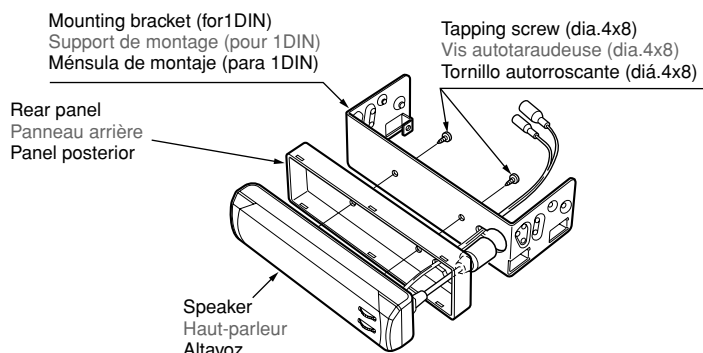

Figure 1 / Figure 1 / Figura 1
1. Attach the speaker and the rear panel to the mounting bracket (for 1DIN) with the tapping screws (dia. 4 x 8). Figure 1
1. Fixez le haut-parleur et le panneau arrière sur le support de montage (pour 1DIN) avec les vis autotaraudeuses (dia. 4 x 8). Figure 1